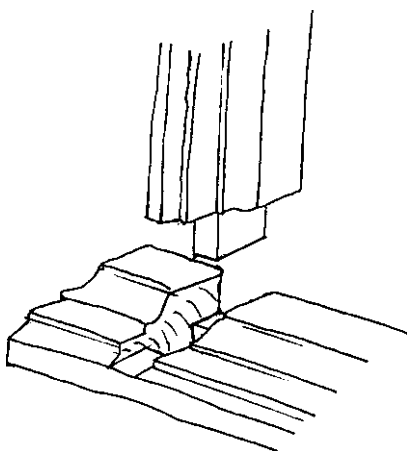

Fig. 12. Sidstycket passas in i understycke.
- Kontrahuggningen i ett överstycke görs klar och sidstycket passas in (fig. 12).